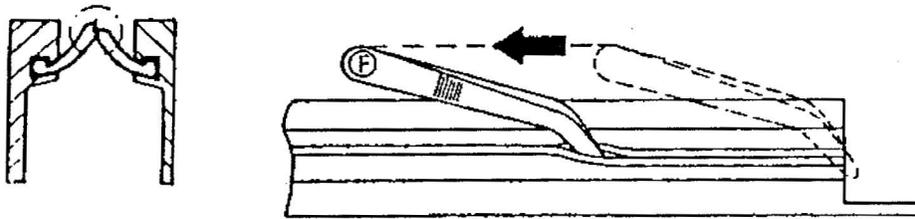

Fig. 17
4.4 Sistemare le guarnizioni con un adatto attrezzo "F" (p.e. morsella)(fig.17)